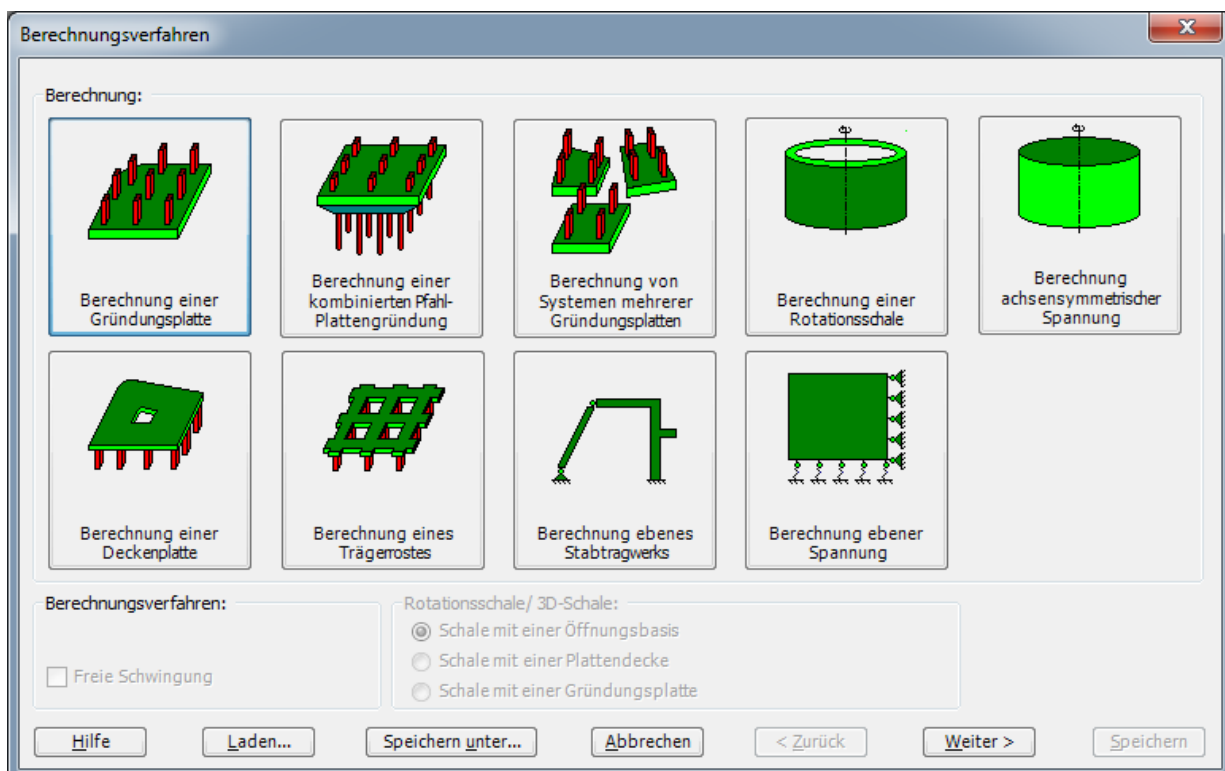

Bild 9.2 Wizard-Assistent "Berechnung"
Um das Projekt zu erstellen, starten Sie *ELPLA* und wählen Sie den Befehl "Neues Projekt" aus dem Menü "Datei" des *ELPLA*-Fensters. Der folgende Wizard-Assistent im Bild 9.2 erscheint. Der Wizard-Assistent vereinfacht den Prozess mit Hilfe der Standard- und vertrauten Wizard-Oberfläche. Ein Wizard-Assistent ist eine Reihe von Menüs in einem speziellen Fenster, die durch eine Aufgabe helfen.
- Wählen Sie "Berechnung einer Gründungsplatte", wie in Bild 9.2 gezeigt